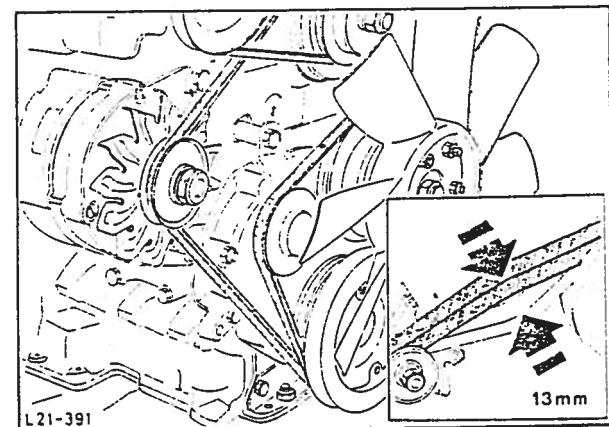

Fig. 156 Justering av tilstramming på drivremmer for vekseistrømsdynamo og viite.
10. Monter viiten. Sett på vifteremmen og juster tilstramningen med spennhjulet, fig. 156.